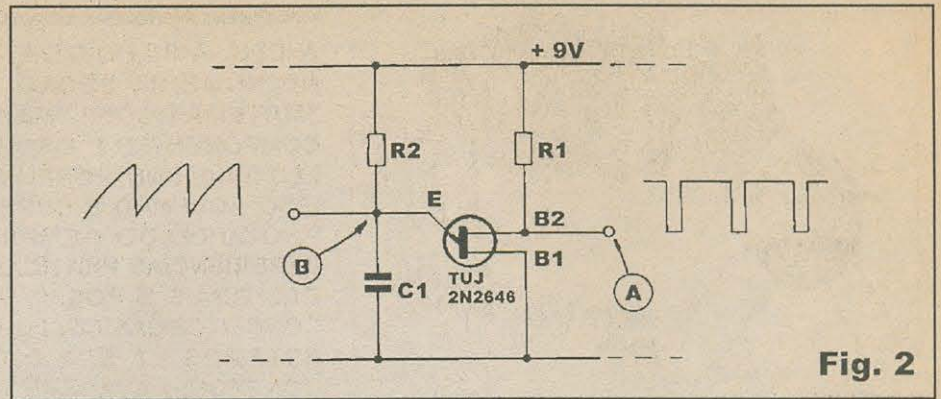

Fig. 2
- FIG. 2 - CIRCUITAGEM BÁSICA DE UM OSCILADOR COM TUJ... - É bom
“desenhos” de pulsos/sinais (das mesma frequência, certamente...) bastante distintos! Conforme vemos na mesma FIG. 2, no ponto B é possível recolher uma forma de onda tipo *dente de serra*, com uma *subida* exponencial (à medida que o capacitor C1 é carregado...) e uma *queda muito* rápida na direção de *zero*, quando ocorre a quase imediata descarga do citado capacitor... Também graças à ação da *avalanche*, da rápida realimentação positiva, com o brusco aumento na corrente através de R1 ocasionado pela rápida queda na resistência interna do T_{UJ}, pulsos *negativos* muito estreitos e rápidos são obtidos no ponto A...!